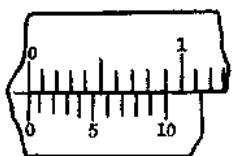

图 1-1-2 0.10 毫米游标卡尺刻线原理
0.10 毫米游标卡尺的主尺每小格 1 毫米，当卡尺两脚合并时，主尺上 9 毫米刚好等于副尺上 10 格（如图 1-1-2 所示），则副尺每格为： $9 \text{ 毫米} \div 10 = 0.9 \text{ 毫米}$ 。主尺与副尺每格相差 $1 \text{ 毫米} - 0.9 \text{ 毫米} = 0.10 \text{ 毫米}$ 。这种刻线方法的优点是线条清晰，容易读准。